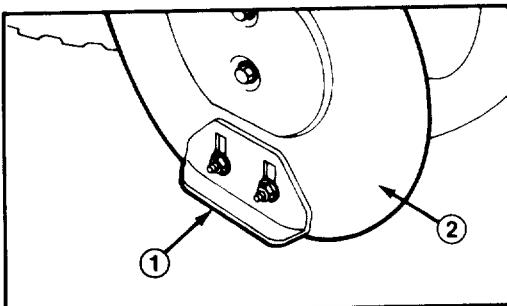

Figure 20
1. Disposez la déneigeuse sur une surface plane et de niveau. Desserrez ensuite les quatre écrous à collerette (Fig. 20) fixant les deux patins aux plaques latérales du logement de tarière. Les patins doivent pouvoir coulisser vers le haut et vers le bas.
3. Desserrez les quatre écrous à collet (Fig. 20) retenant les patins aux plaques latérales du logement de tarière. Descendez ensuite les patins pour que la tarière soit aussi loin que possible de la surface plane et de niveau, puis resserrez les écrous à collet.